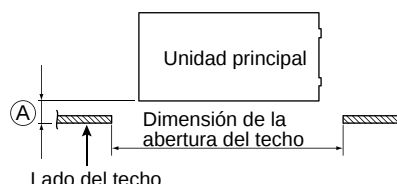

Fig. 9-16
- (1) Compruebe que el orificio del techo esté dentro de este margen: 600 × 600 mm
- (2) Confirme que las posiciones de la unidad interior y el techo son tal y como se muestran en el diagrama. Si las posiciones de la superficie del techo y de la unidad no concordasen, se podrían producir fugas de aire, fugas de agua, fallo del funcionamiento de las aletas u otros problemas. (Fig. 9-16)